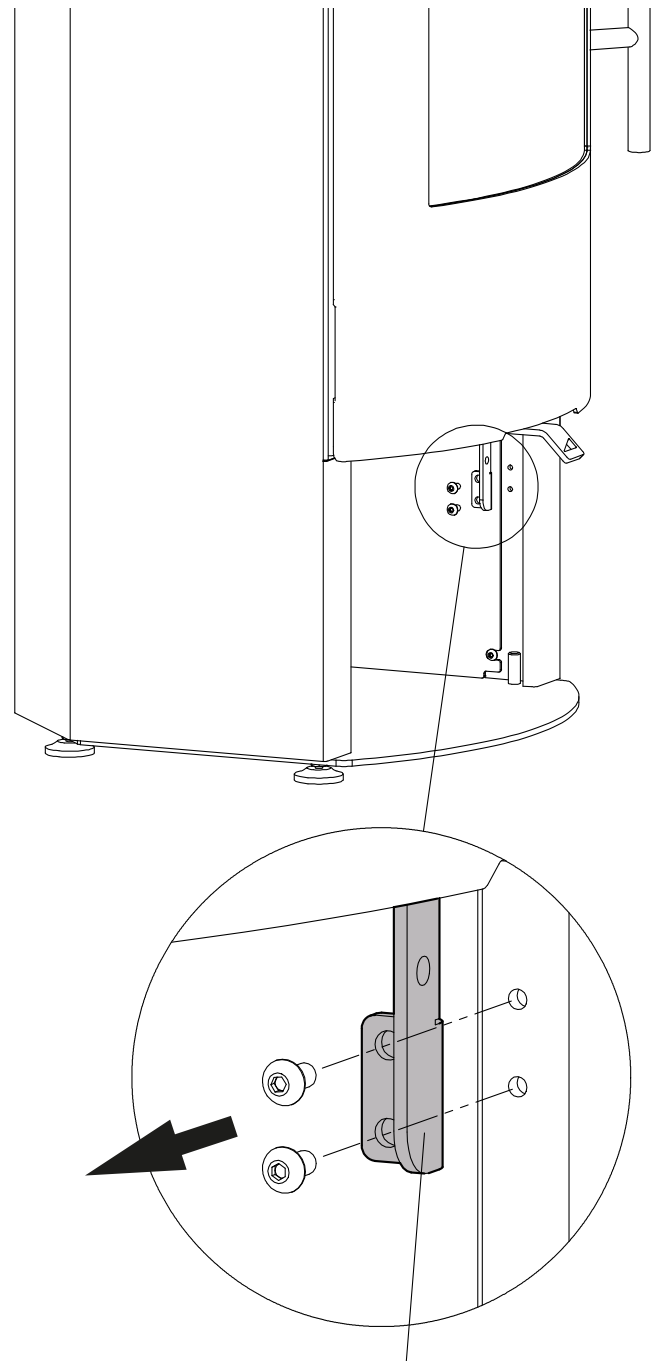

Fig.13
- Dévissez la plaque de support (13) pour l'électronique sur le côté droit dans le casier de stockage du bois (Fig.13).